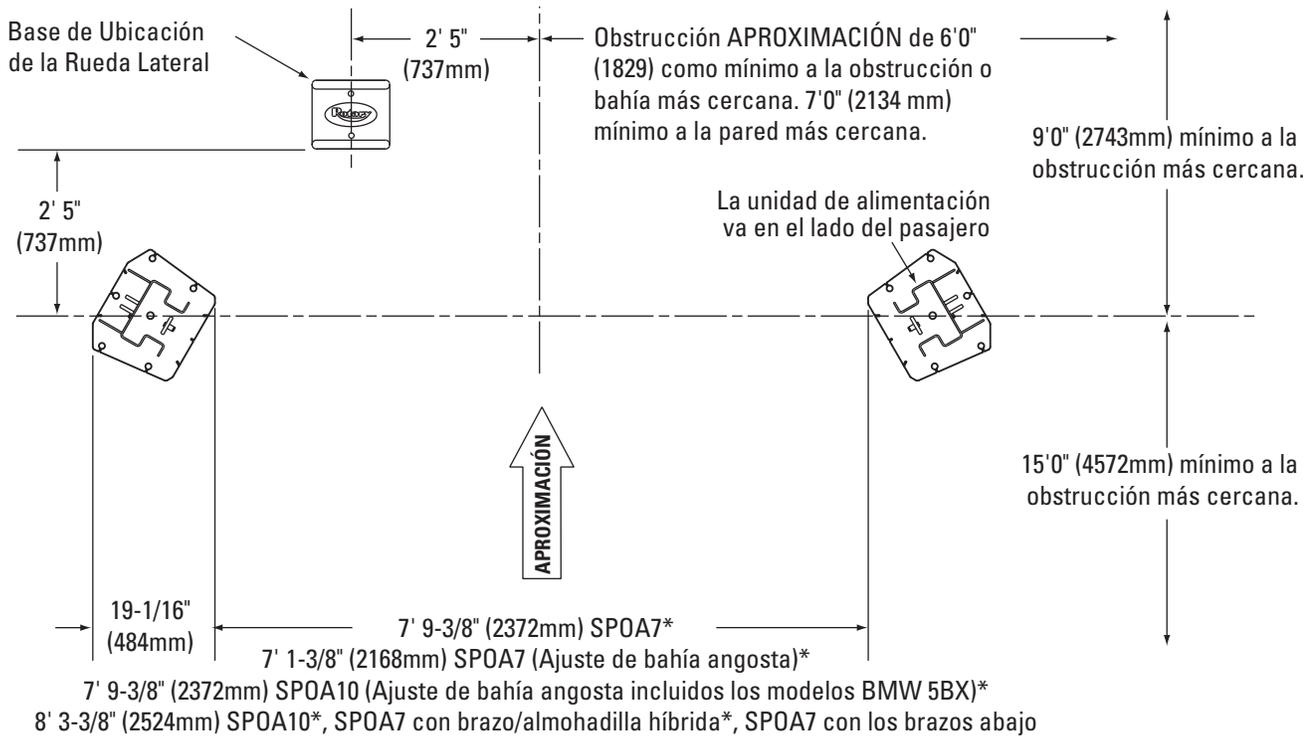

Fig. 1a
24. Wheel Spotting Dish: Position wheel spotting dish as illustrated in Fig. 1a or 1b. Drill (2) 3/8" holes 2-1/2" (64 mm) deep in concrete floor using holes in wheel spotting dish as guide. Drive both anchors, provided, into concrete to secure dish.
1. Ubicación del elevador: Utilice planos arquitectónicos cuando estén disponibles para ubicar el elevador. Fig. 1a, Fig. 1b, Fig. 1c, Fig. 1d, muestran las dimensiones de una distribución típica de la bahía.
6. Ajuste del Elevador: Posicione las columnas en la bahía utilizando las dimensiones mostradas en la Fig. 1a y la Fig. 1b. Coloque la columna con el soporte de montaje de la unidad de energía al lado del vehículo de pasajeros del elevador. Ambas bases traseras de la columna deben cuadrarse a la línea central del elevador. Las muescas están cortadas en cada base para indicar la línea central del elevador. Utilice equipo apropiado para levantar los carriles a la primera posición de aseguramiento. Asegúrese de que el cerrojo se encuentre bien acoplado.